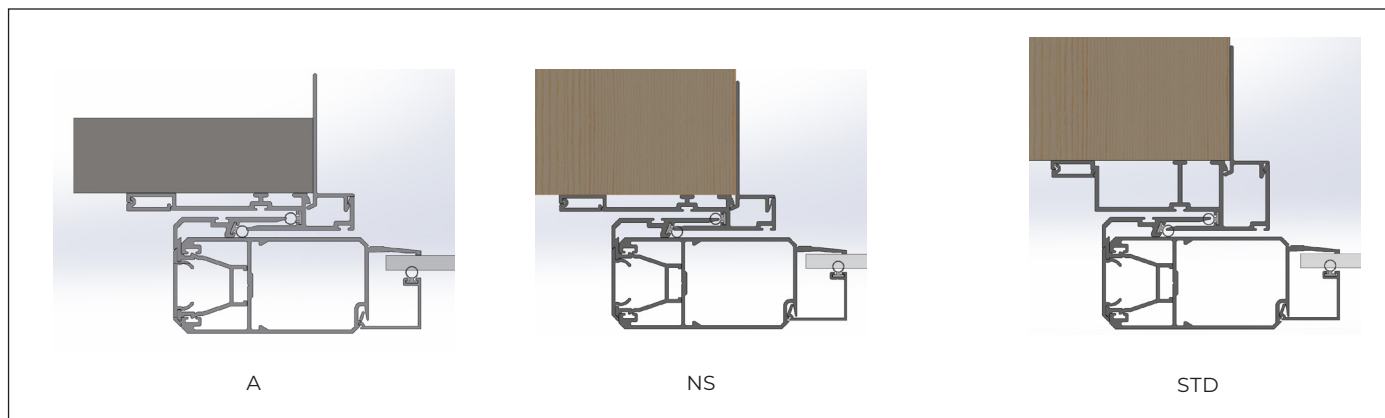

Figura 14
11. El **gancho tipo P** no tiene muesca y se coloca sobre el umbral y justo debajo del cabezal. Hay dos tipos de ganchos tipo P: uno para el elevador del umbral estrecho y otro para el elevador de caja (estándar). (Consulte la figura 14).